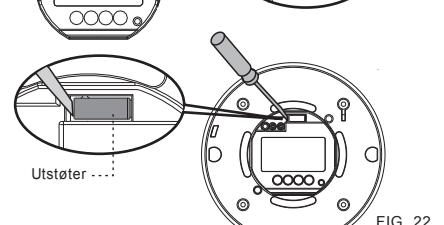

FIG. 22
- Beveg skyvebryteren til posisjonen som er vist i FIG. 22 med en liten flatbladet skrutrekker.